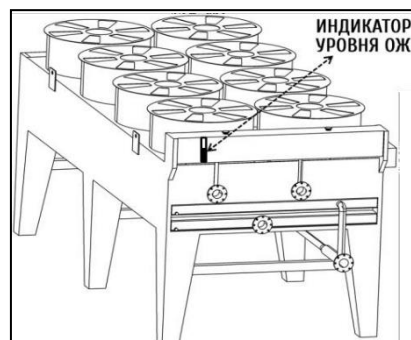

Рисунок 5.3.А Проверка уровня ОЖ
- ◆ Проверка уровня охлаждающей жидкости осуществляется по индикатору уровня на теплообменном аппарате (см. рисунок 5.3А)